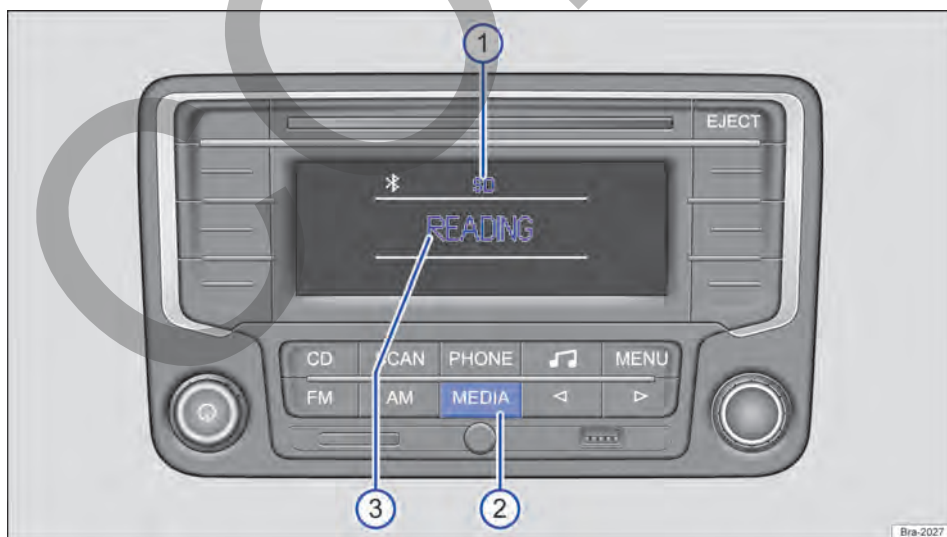
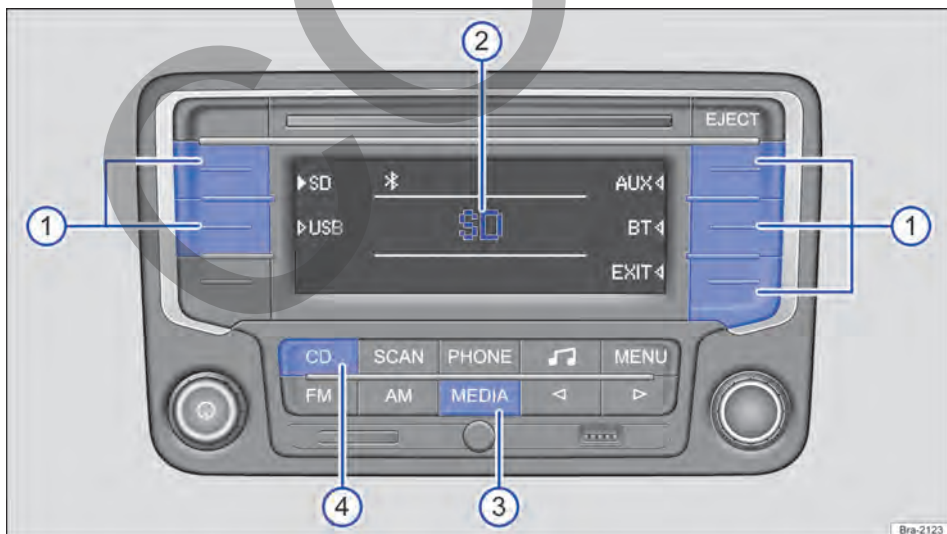

Fig. 157 Ejemplo de visualización en el modo Media: la radio lee archivos desde una tarjeta SD.
Fig. 158 Ejemplo de visualización en el modo Media: continúa la reproducción de la última fuente de medios, están disponibles otras fuentes de medios. ▶
En el modo Media se pueden seleccionar y controlar diferentes fuentes de medios. Para cambiar al modo de medios, pulse brevemente la tecla del equipo **MEDIA** → fig. 157 ②.
Si la última fuente de medios sintonizada todavía está conectada, la reproducción de esa fuente continuará automáticamente y, al cambiar al modo de medios, aparecerá brevemente en el centro del display → fig. 158 ②.
En el modo de medios de reproducción, la fuente de medios seleccionada siempre aparecerá en la parte superior central del display → fig. 157 ①.
Todas las fuentes de medios disponibles → pág. 184, *Seleccionar las fuentes de medios* se muestran en el lateral del display → fig. 158. En algunas situaciones de reproducción, por ejemplo, mientras la radio lee una fuente de medios, no están disponibles otras fuentes de medios → fig. 157.
En el centro del display se muestra el estado actual de la fuente de medios, por ejemplo, **READING**, cuando la radio lee una fuente de medios → fig. 157 ③, información sobre la pista → pág. 187 o mensajes de error:
Inicie el modo Media → pág. 183, *Menú principal MEDIA*. Si la última fuente de medios sintonizada todavía está conectada, la reproducción de esa fuente continuará automáticamente y, al cambiar al modo de medios, aparecerá brevemente en el centro del display → fig. 158 ②.
En los laterales del display se muestran todas las fuentes de medios disponibles → fig. 158. Seleccione la fuente de medios deseada de la siguiente manera:
- Pulse brevemente la tecla de función programada con la fuente de medios deseada → fig. 158 ①.
- **O:** presionar la tecla del equipo **MEDIA** tantas veces como sea necesario hasta que aparezca la fuente de medios (excepto CD) → fig. 158 ③.
- **O:** presionar la tecla del equipo **CD** para reproducir un CD del lector interno de CD → fig. 158 ④.